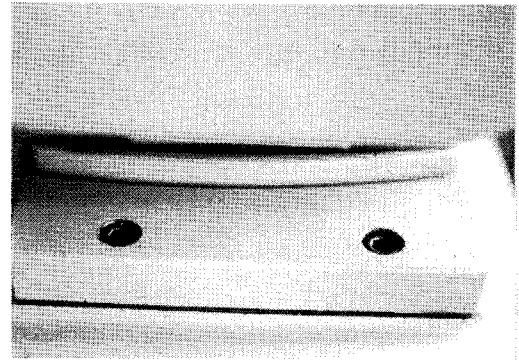

図 2-25
(2) 工作物の傾きを調整する。
- ① 主軸台の左側の下にある固定ボルトをゆるめる (図 2-25)。